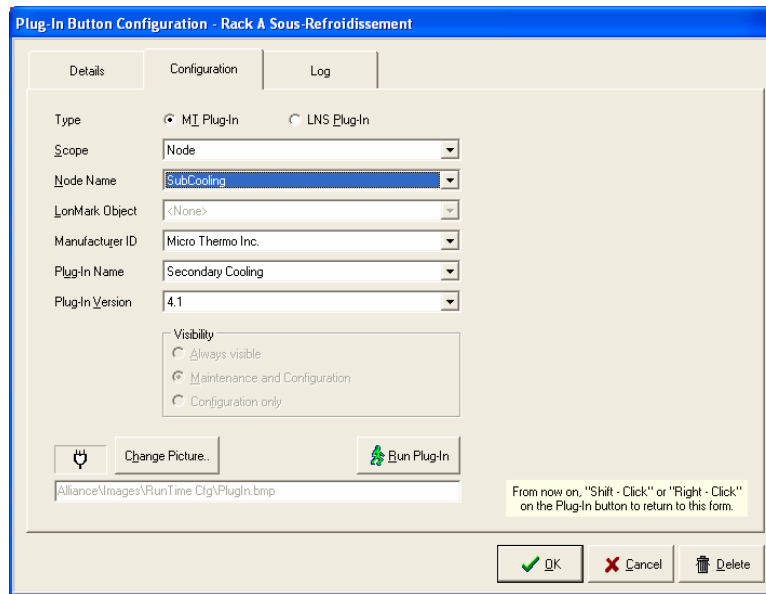

Figure 9 – Configuration du plugiciel
- 2- La boîte de dialogue **Plug-In Button Configuration** (Figure 9) s'ouvre.